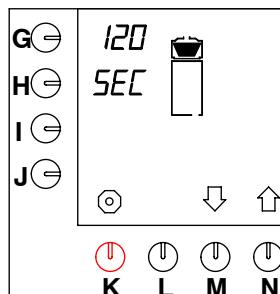

Fig. 36 Periodo de goteo
- Mantenga apretada la tecla de programación (N.)↑ hasta que en el display aparezca fig. 36 .